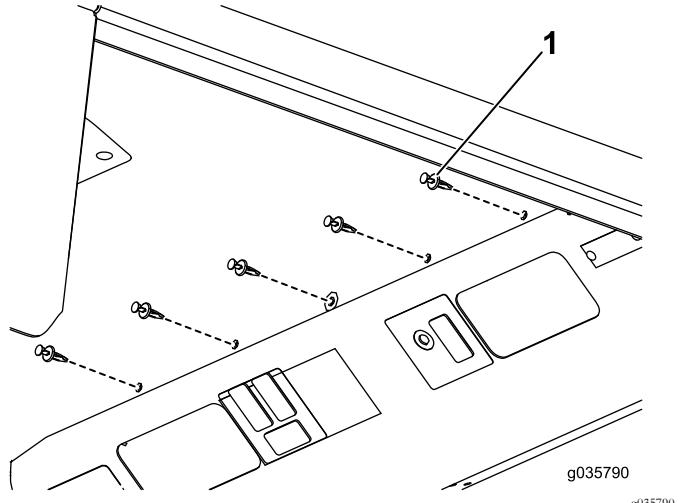

Figure 5
- Fixez le pavillon en place avec 10 rivets (Figure 5).